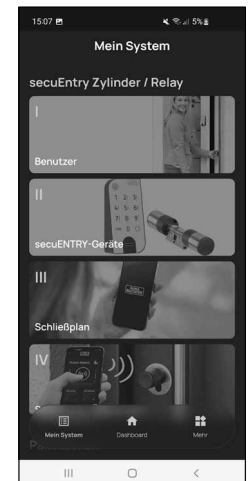

Abb. 4
- 6 Kehren Sie in das Menü „Mein System“ zurück (Abb. 4)